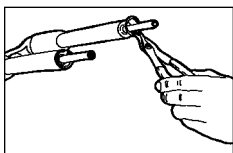

Fig. 8
- Retirez les anneaux élastiques en bas des tubes supérieurs avec une pince à clips à bouts fins. (Voir Fig. 8)